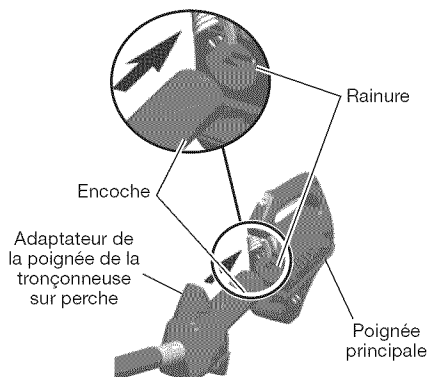

Figure 24 – Alignez la poignée principale avec l'adaptateur de la poignée
5. Alignez l'encoche de l'adaptateur de la poignée sur la perche avec la rainure de la poignée principale (voir figure 24).